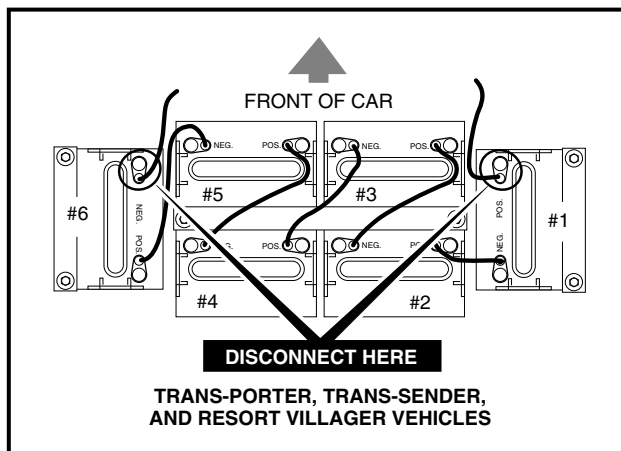

FIGURE 22
- TO AVOID UNINTENTIONAL STARTING OF THE VEHICLE, DISCONNECT THE BATTERIES AS SHOWN (SEE FIGURES 22 AND 23) AND DISCHARGE THE CONTROLLER AS FOLLOWS: